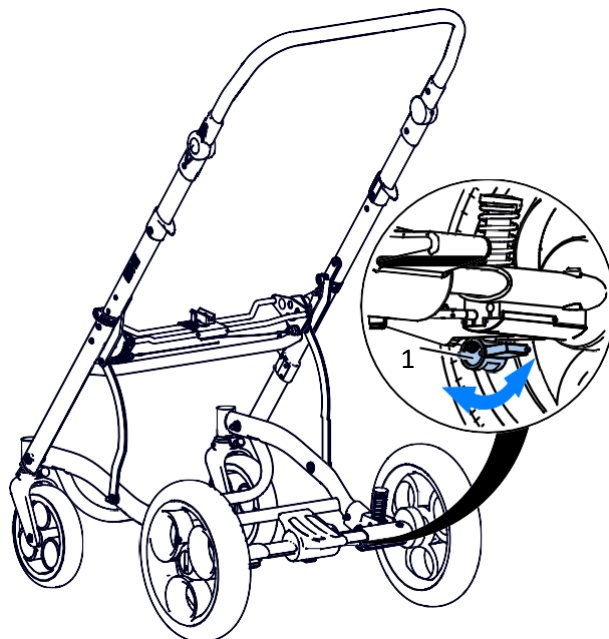

Fig. 15
A seconda delle necessità, l'utente può regolare il livello di durezza della sospensione, spostando la leva (1) nella seconda posizione Fig. 15. Questa regolazione dovrebbe essere effettuata allo stesso modo, sia a destra che a sinistra.